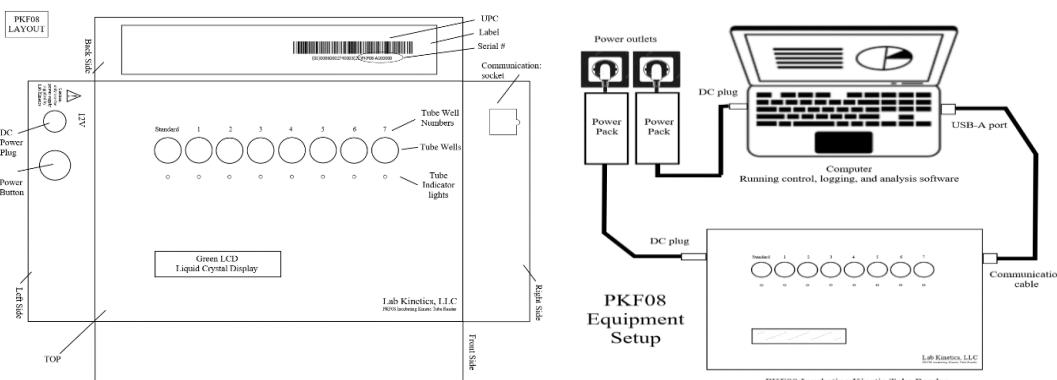

Figure 2 : Représentation du PKF08 et des branchements à l'ordinateur
- o Connexion pour la communication (matériel) - un câble de communication est inclus. L'extrémité USB-A se branche sur le port USB de l'ordinateur, l'extrémité USB-B se branche sur le PKF08 - voir la Figure 2.